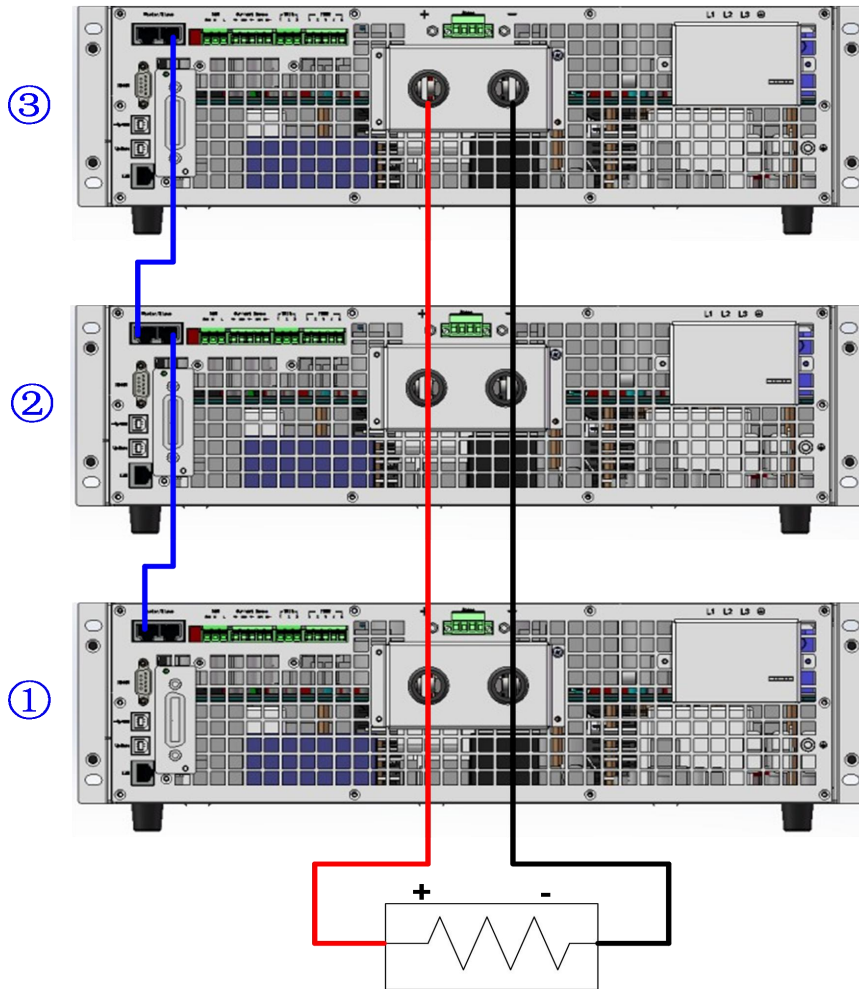
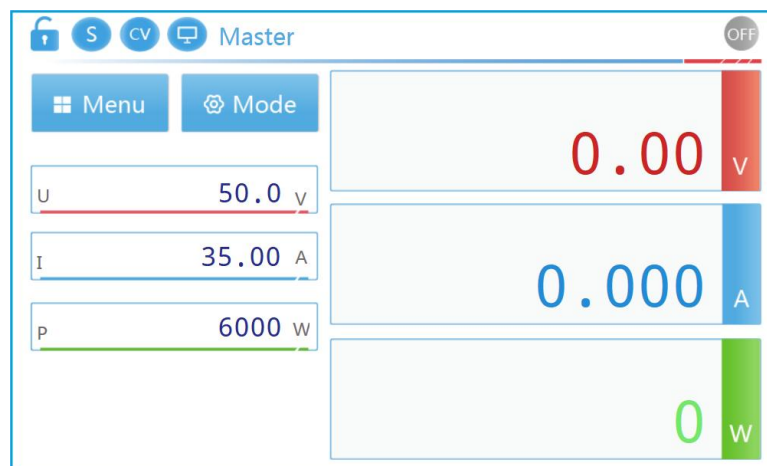

图 3-17 S7000 系列多个设备并联示意图
图 3-19 主机模式界面示意图
多个 C3000 中高压系列可编程高性能直流电源并联可以提供比单台设备更高的电流，更大的功率输出。图 3-17 显示了如何使三台设备并联（①号机作为主机，②、③号机为从机）。其中并机通讯，使用随机附带的 0.8m 或者 0.3m 网线通过后背板上的 Master/Slave 并机网口接口，主机的 Master 连接第一台从机的 Slave，第一台从机的 Master 再连接第二台从机的 Slave，以此类推，使设备首尾相连，本产品支持 10 台以上并机。
如上图 3-17 中 3 台设备并机, 设置①号设备为 Master 主机模式, Slave Address 设置为 1, Parallel Quantity 设为 3, CAN Terminal Resistance 终端电阻 ON 使能, 模式设置好后, 返回主界面, 此时主界面显示 Master, 如图 3-19 所示。